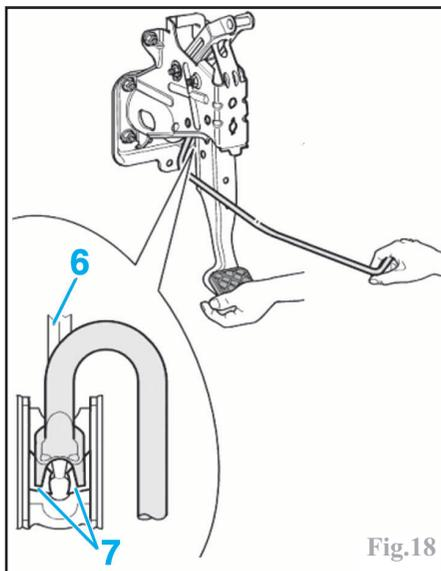

Fig.18
Désolidariser la pédale de la tige de poussée (6) du servofrein, en enfonçant la pédale d'une main puis en la tirant de l'autre vers l'arrière, à l'aide d'un outil approprié (VAG T10159), afin de dégager la tige des ergots (7) (Fig.18).